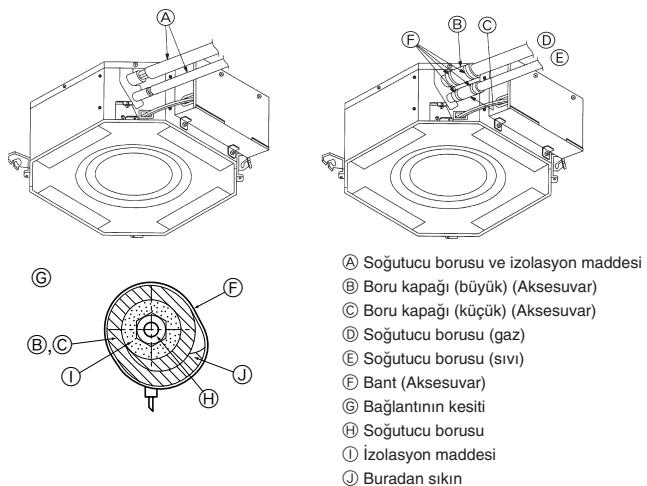

Fig. 3-3
⑧ Bütün geçme yatağı yüzeyine soğutucu makine yağı sürünen.
3.3. İç Ünite (Fig. 3-3)